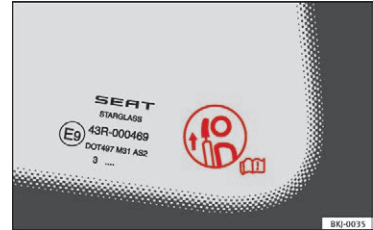

Fig. 81 Advarselmærkat vedr. hovedstøtteindstilling
- Når der er passagerer på bagsædet, må hovedstøtterne aldrig være i hvileposition. Se advarselsmærkaten på den lille siderude bagest » Fig. 81.